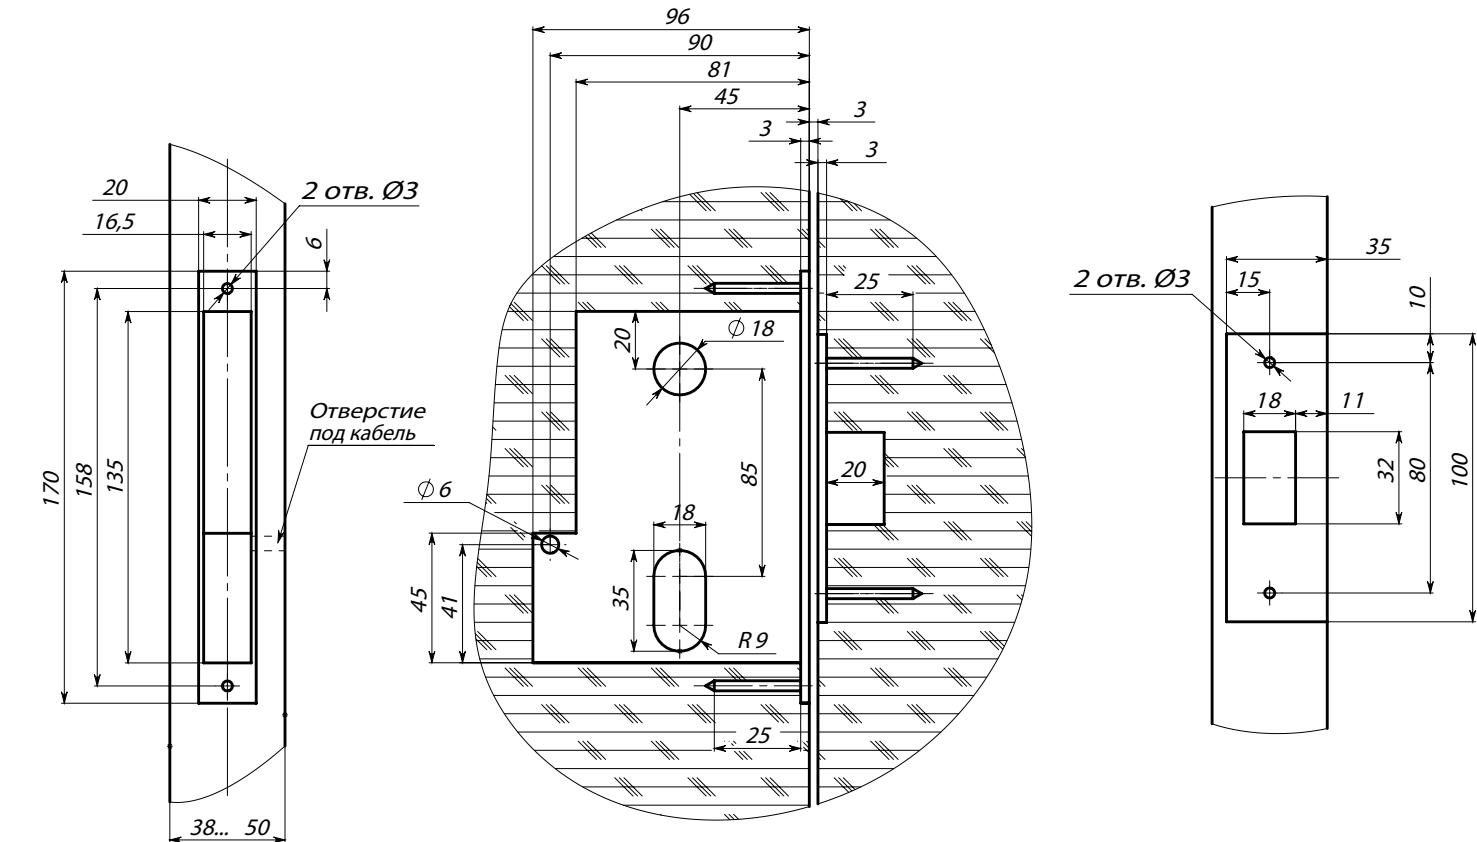

Рис.3 Разметка отверстий под замок
1) Выполните в двери раздечку в соответствии с разметкой (размеры - на рис.3);
- выполните выборку установочного паза в дверной коробке в соответствии с разметкой по рис.3;
- установите запорную планку 8 в паз дверной коробки, обеспечив зазор 1,5 - 3 мм при закрытой двери между плоскостью планки 8 и накладкой 2. Паз запорной планки (рис.3) должен быть расположен строго симметрично относительно поперечного сечения ригеля замка;